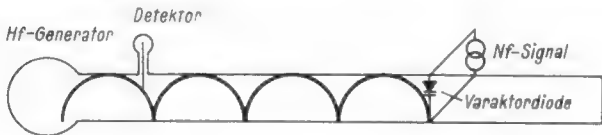

Bild 1. Phasenverschiebung einer stehenden Welle mit Hilfe einer Varaktordiode. Das NF-Signal bewirkt dabei eine Phasenmodulation
Bild 1 zeigt schematisch die Phasenverschiebung einer stehenden Welle mit Hilfe einer Varaktordiode in einem Phasenmodulator. Gibt man die Generatorleistung auf einen an einem Ende kurzgeschlossenen Hohlleiter, so entsteht eine stehende Welle. Wird nun der Kurzschlußschieber verstellt, so ergibt sich eine Phasenverschiebung der Welle gegen den Detektor. Anstelle des beweglichen Kurzschlußschiebers kann aber auch ein fester Hohlleiterabschluß vorgesehen und die Phasenverschiebung elektronisch durch eine Varaktordiode erzeugt werden. Der Varaktor ist dann direkt in das Feld der stehenden Hohlleiterwelle im Maximum der elektrischen Feldstärke einzubauen.
Die Prinzipschaltung eines Amplitudenmodulators mit Varaktor ist aus Bild 2 zu ersehen. Damit ist praktisch auch die Möglichkeit einer Impulsmodulation gegeben, die sich als Spezialfall der Amplitudenmodulation auffassen läßt. Die Senderenergie wird hierzu durch ein sogenanntes Magisches T (1) in zwei am Ende kurzgeschlossene Hohlleiter (2) aufgeteilt. Darin ergeben sich dann stehende Wellen. In einem Arm des Magischen T wird nun eine Phasenmodulation vorgenommen, wie in Bild 1 beschrieben. Bei richtiger Justierung des Aufbaus entsteht im vierten Arm des Magischen T als Summe der in den Seitenarmen reflektierten Komponenten eine amplitudenmodulierte Schwingung.